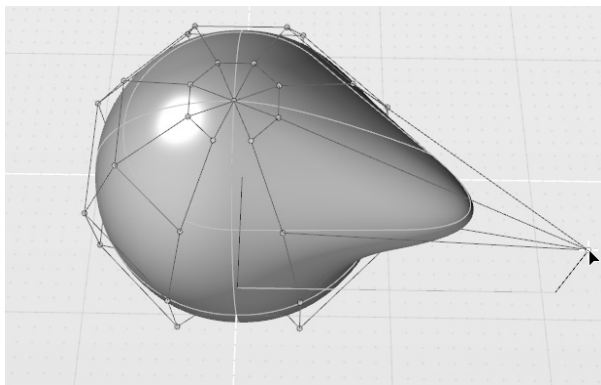

图 2-50 在“编辑点”模式下调整控制点位置
- 3) 选中球体上的任意一个控制点, 按住鼠标左键侧向拖动, 此时由于曲面控制点的变化导致曲面变形, 如图 2-50 所示。